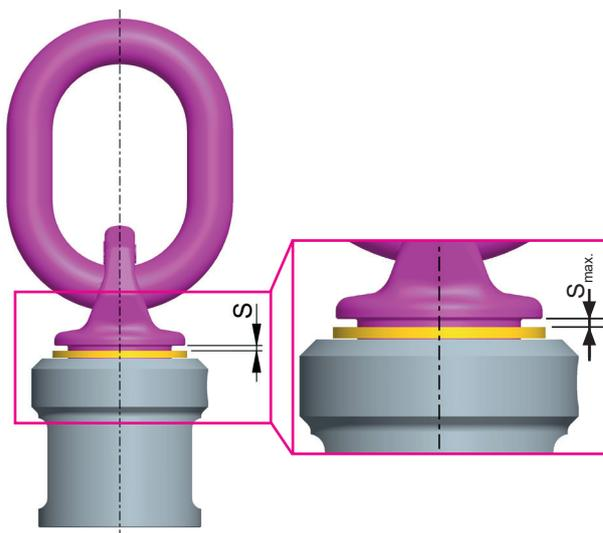

Fig. 7: Distanza  $S_{max}$  tra parte superiore e inferiore
- Il gioco massimo  $S$  tra la parte superiore e quella inferiore non deve essere oltrepassato (Fig. 7):